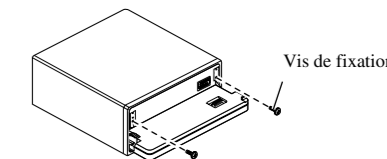

Fig. 13
**4. Fixez la face avant sur l'appareil avec les vis de fixation. (Fig. 13)**